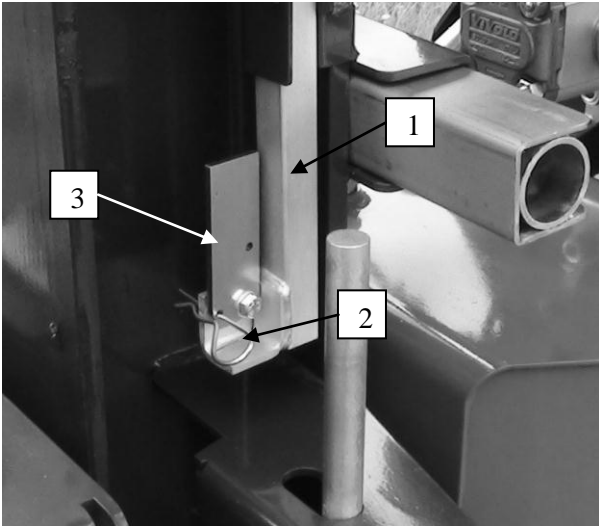
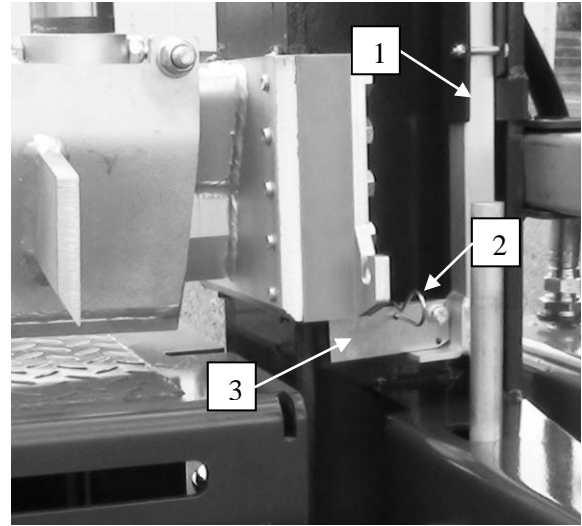

Bild 15
Bild 16
Um den Schaden des Tisches während des Spaltens zu verhindern, den Stift (2) auf der Ausschaltstange (1) herausziehen (Bild 15). Die Ausschaltplatte (3) der Ausschaltstange in die Arbeitsstellung bringen (Bild 16) und den Stift (2) befestigen. Damit wird der Hub des Spaltkeils über dem Spalttisch verhindert.